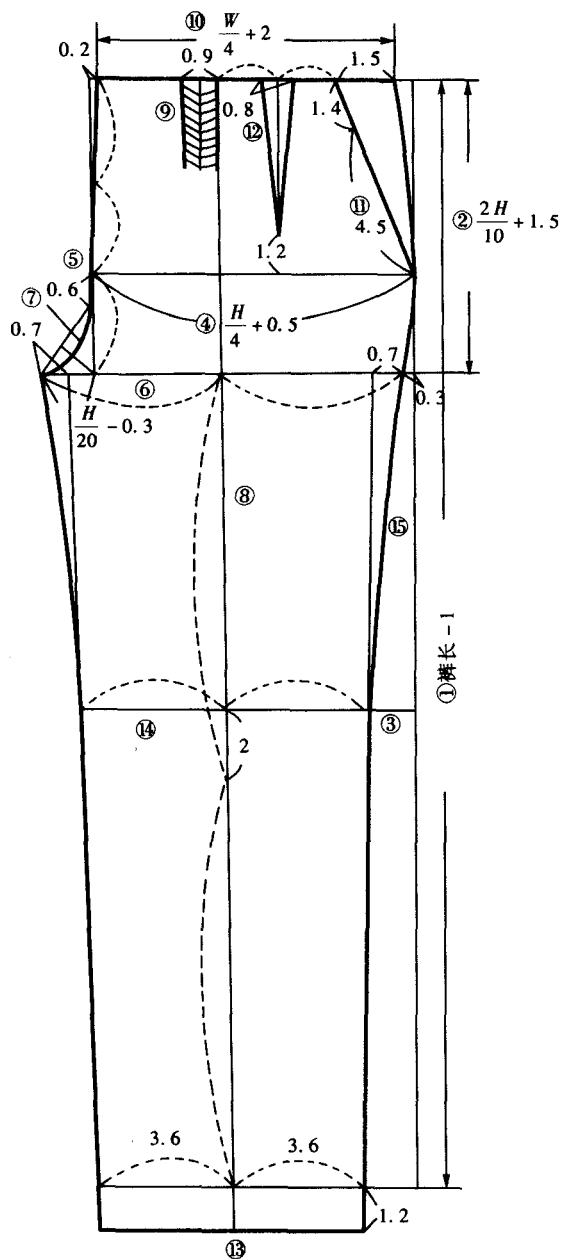

图 2-3-2
(1) 前裤片制图方法 (图 2-3-2)
①裤长：在基础线的左端，作一条垂直的裤脚口线，在距裤脚口线 1.2 寸处作与裤脚口平行的折边线，在距折边线距离为裤长 - 1 寸处作基础线的垂线，即为腰围线。
②上裆长：从腰围线向下量，取 $\frac{2H}{10} + 1.5$ 寸，作平行线，即为横裆线。
③中裆线：由折边线至横裆线的中点向上 2 寸处作平行线，即为中裆线。
④臀围线：在上裆长的 $\frac{1}{3}$ 点处，作腰围线的平行线，即为臀围线。
⑤臀围宽：在臀围线上由基础线起量，量取 $\frac{H}{4} + 0.5$ 寸，定出臀围宽线，画出前裆直线。
⑥横裆宽：在横裆线上，由基础线向里 0.3 寸处取点。再由前裆直线与横裆线的交点向外量取 $\frac{H}{20} (\frac{\text{半臀围}}{10}) - 0.3$ 寸的距离，此段为小裆宽，整个距离为横裆宽。
⑦小裆弯。在前裆直线上，由臀围线往下 0.6 寸处向小裆宽止点画斜线，再作角分线，过角分线的中点画小裆弯线。